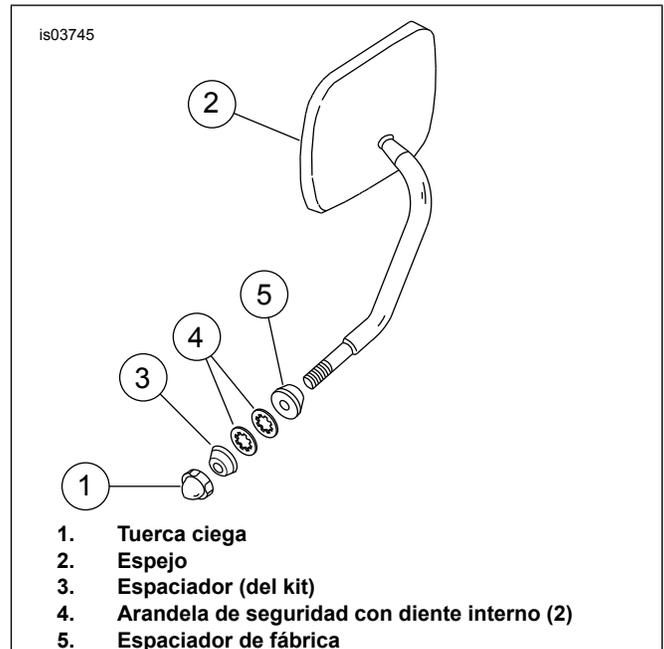

Figura 1. Colocación del espejo
3. Si la luz direccional está montada en la pieza de soporte superior de la horquilla, retire el tornillo de ajuste del tubo de la horquilla del lado derecho, de la pieza de soporte superior de la horquilla. (Este es el tornillo que fija la luz direccional derecha.) Vea Figura 1. Si la luz direccional está montada en el espejo, quite la luz direccional y los elementos de sujeción de montaje. Conserve las arandelas de seguridad dentadas internas (4) y el espaciador (5).
4. Instale la tuerca ciega del kit para retener el espejo derecho. Si la tuerca ciega "toca el fondo" sin apretar, añada el segundo espaciador (3) del kit, en la ubicación que se muestra.
7. Repita los pasos 1 al 6 para reubicar la luz direccional izquierda. Vea Figura 1. Utilice la tuerca ciega de fábrica y la arandela de seguridad dentada interna para montar el espejo.
Si la luz direccional está montada en la pieza de soporte superior de la horquilla, realice el paso 7. Si la luz direccional está montada en el espejo, vea Figura 2 e instale el montaje de la luz direccional y luego realice el paso 7; pero utilice el tornillo de 3/8-16 x 2 pulg. del kit para asegurar la luz direccional. Haga caso omiso de la referencia al tornillo de ajuste de la pieza de soporte superior. Vea Figura 1. Instale la tuerca ciega del kit para retener el espejo derecho. Si la tuerca ciega "toca el fondo" sin apretar, añada el segundo espaciador del kit en la ubicación que se muestra.